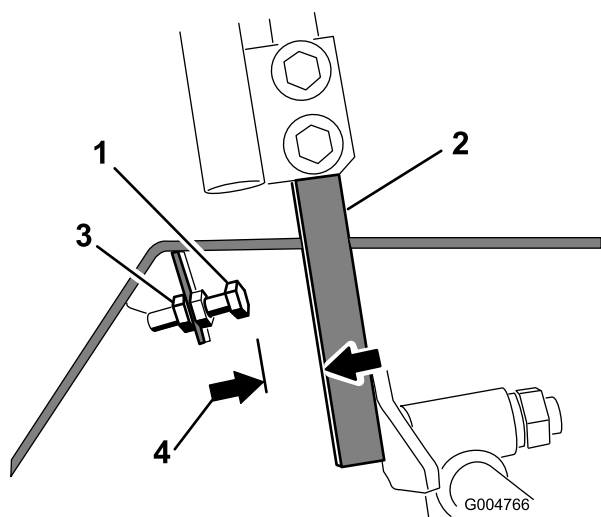

図 67
- 左右どちらかのコントロール・レバーで、ストップ・ボルトについているジャム・ナットをゆるめる（図 67）。